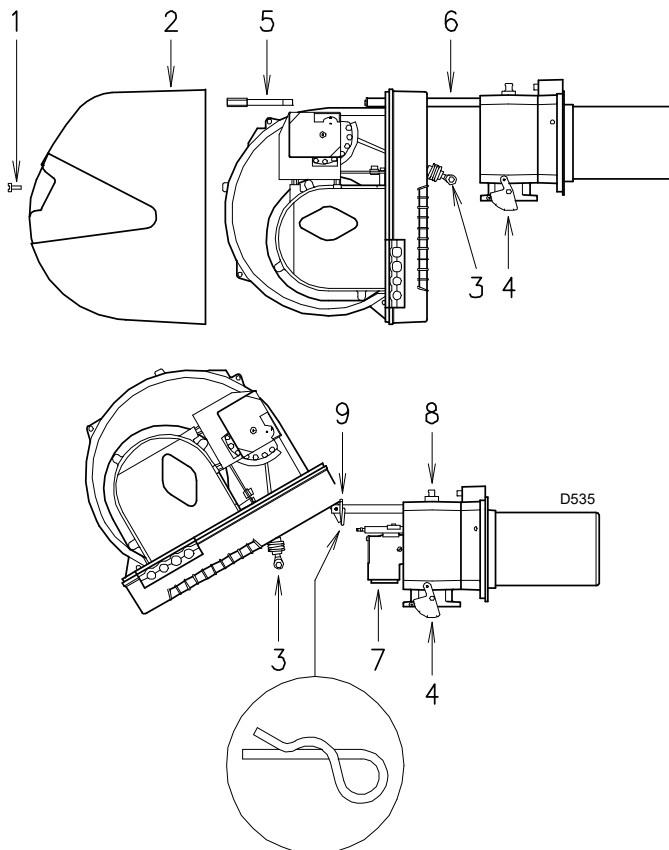

Abb. 31
- Schraube 1)(Abb. 31) entfernen und Haube 2) abnehmen
Nun kann der Gasverteiler 7) nach Entfernung von Schraube 8)(Abb. 31) herausgezogen werden.
- Den Splint 9)(Abb. 31) entfernen und den Brenner bis auf etwa 100 mm von der Muffe wegschieben. Die Kabel wieder einsetzen und den Brenner bis an den Anschlag gleiten lassen. Die Schraube 5) und den Splint 9) wieder einsetzen und die Fühler- und Elektrodenkabel vorsichtig nach außen ziehen, bis sie leicht gespannt sind. Das Gelenk 3) wieder am Skalensegment 4) einhängen.